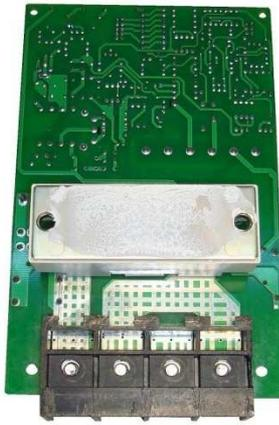

Рис. 5.2.
5.2.3. Снять плату управления вместе с модулем IGBT (рис. 5.2).